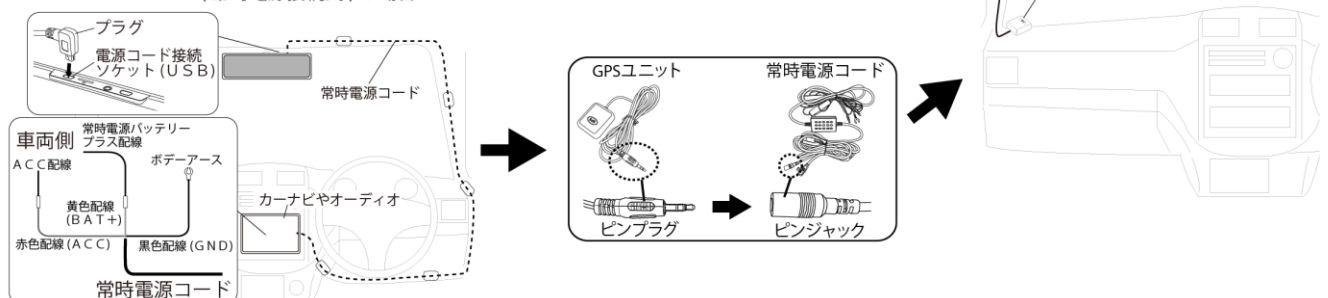

図 8
電源プラグ付き電源コードのプラグを電源コード接続ソケット (U S B) へ、電源プラグを車両側のアクセサリースOCKETにそれぞれ差し込んでください(図 8 参照)。
最後に黒色配線 (G N D) を車両側へボデーアースしてください(図 8 参照)。
- 6) GPSユニットのピンプラグをそれぞれの電源コードのGPSユニット接続ピンジャックへ差し込み、GPSユニット本体は液晶モニターから距離を取り、ダッシュボードの上などの水平な場所へ、ユニット裏面の両面テープを使用して取り付けしてください(図 8 参照)。
- 7) コード類はピラー内等を通し、運転の妨げにならないように配線処理してください。必要に応じてコードクリップ等(付属していません)で配線を固定してください(図 8 参照)。